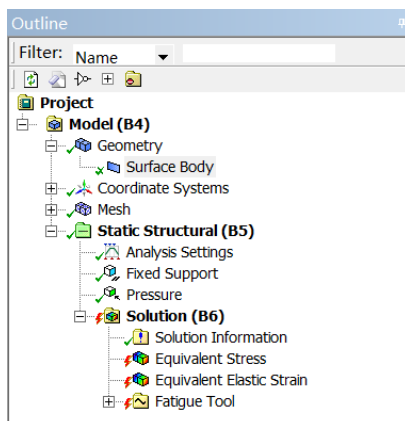

图 6-58 删除疲劳求解项前的设计树
- 步骤 02** 求解过程很快完成，此时的设计树显示如图 6-58 所示，表示前面的设置存在问题。本例中主要是因为 Stainless Steel 材料没有设置疲劳数据。